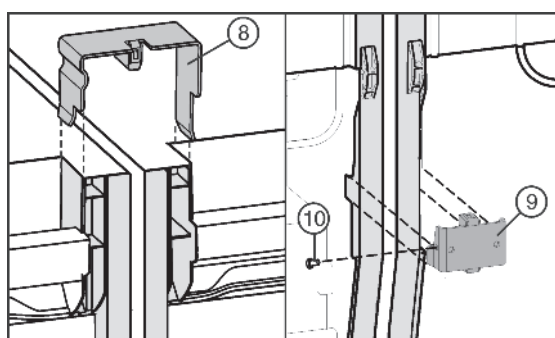

Fig. 7
- Вставьте соединительную скобку Fig. 7 (8) сверху в средние боковые стенки.
- Вставьте соединительный уголок Fig. 7 (9) снизу в соответствующий вырез.
- Если соединительный уголок сидит свободно, установите винт Fig. 7 (10).